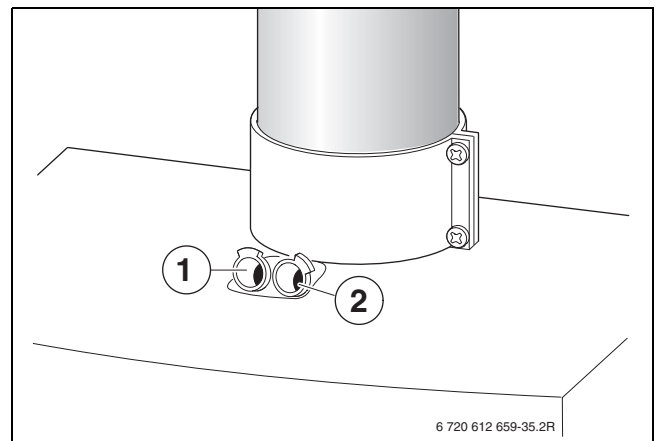

Bild 46
- ▶ Verschlussstopfen am Verbrennungsluft-Messstutzen (2) entfernen (→ Bild 46).
- ▶ Verschlussstopfen am Abgasmessstutzen (1) entfernen (→ Bild 46).